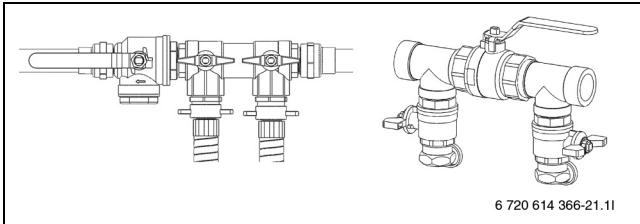

Bild 31 Befüll-einrichtungen in Normalposition
- Ventile der Befüll-einrichtung in die Normalposition stellen (→ Bild 31) und Pumpe der Befüllstation abschalten.